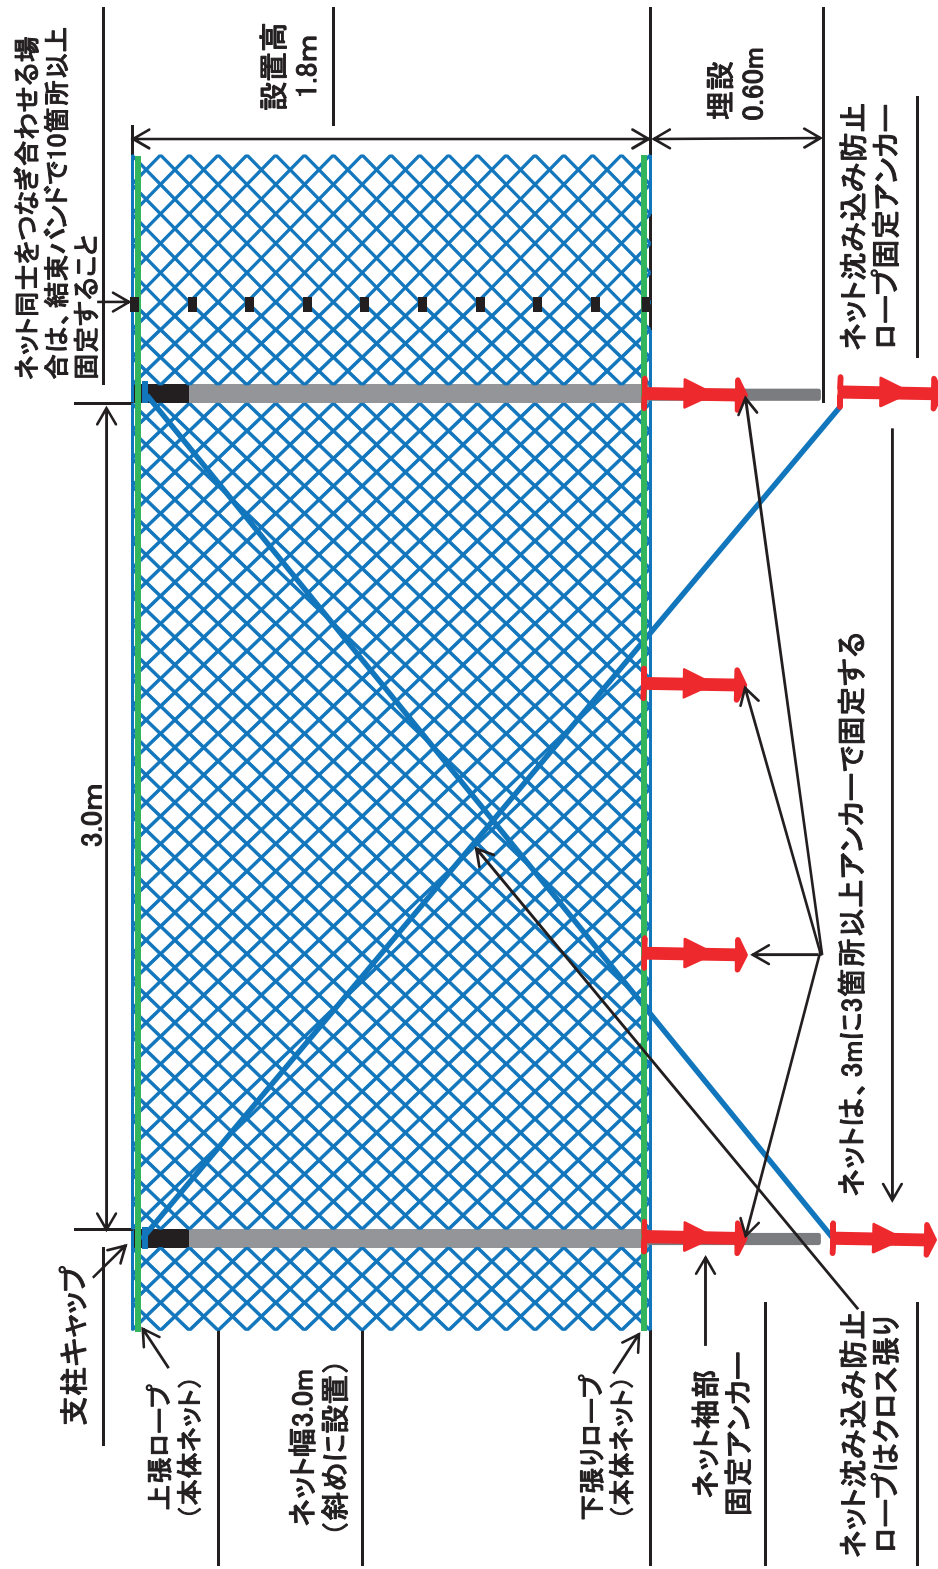

図2 標準防護柵
6. ネットの下端に下張りロープを通し、ネットは支柱に対して斜めにたるみを持たせて設置すること(防護柵標準図2)。
8. 支柱1本につき、ネット沈み込み防止ロープを1本設置し、かえし付きのアンカーで、ネット袖部固定アンカーよりも、支柱設置場所から遠い地面(位置)に固定すること(防護柵標準図2・3)。